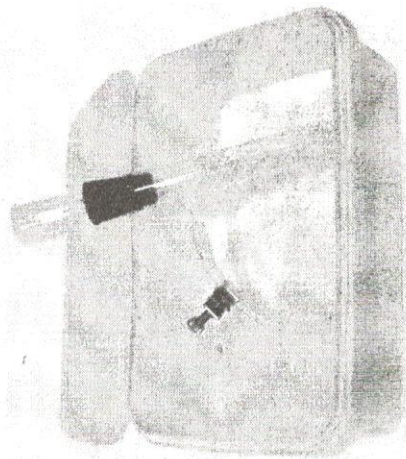

Рис. 1. Прибор для получения газов
2.1. Устройство Прибора. Прибор (Рис. 1) состоит из пробирки с отводом, пробки резиновой с отверстием, в которой закреплена воронка цилиндрическая с длинным отрезком, трубки газоотводной, соединенной пластиковым шлангом с отводом пробирки, зажима и 3-х чашек-насадок, расположенных на длинном отрезке цилиндрической воронки. Прибор используется вместе со штативом ШЛХ*.